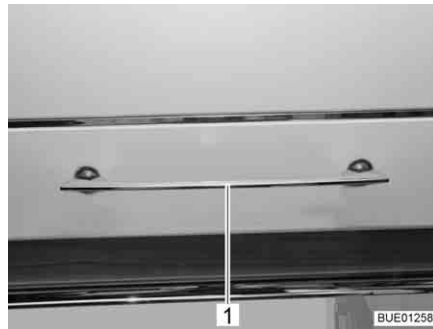

Bild 71 Skåplucka med låshandtag
- Tryck ner låshandtaget (Bild 71,1) och håll det nedtryckt.